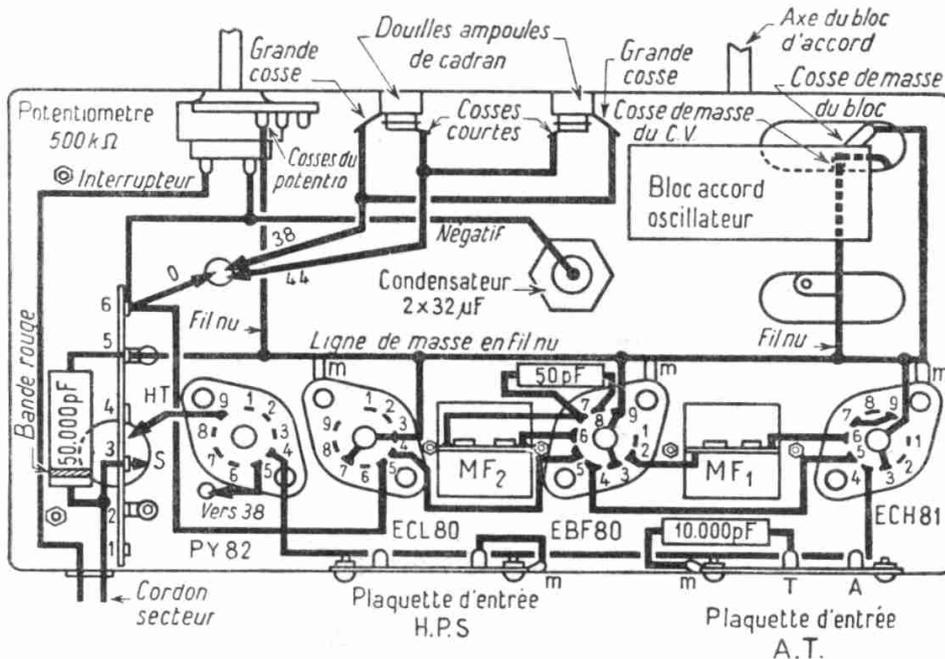

FIG. 45. — Premier stade de câblage
Poursuivez en vous inspirant également de la figure 45 et fixez sur le châssis :
- le démultiplicateur, qui porte cadran et haut-parleur. Lorsqu'il est mis en place, vous pouvez remarquer que la cosse de masse du condensateur variable n'est plus facilement accessible parce que le bloc d'accord vient au-dessus ; en conséquence soudez à la cosse de masse du CV environ 6 cm de fil nu, passez-le sous le bloc et ramenez-le vers le bas du châssis (fig. 45). La vis de fixation qui est entre le CV et le HP permet de caler le cadran bien verticalement par rapport au châssis par le jeu de rondelles ;